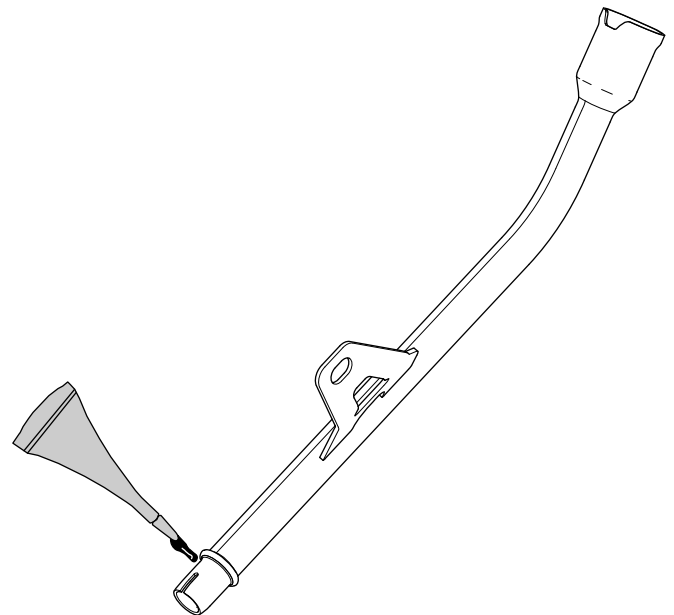

Bild 8
4. Tragen Sie Loctite® 620 gleichmäßig um die Dichtfläche des Peilstabrohrs auf (Bild 8).